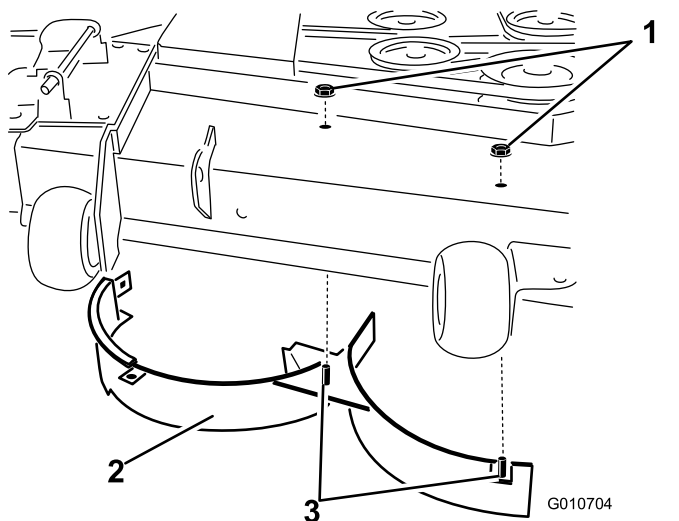

Figura 15
8. Rimuovete i 2 dadi di bloccaggio (5/16") fissati sui perni saldati del deflettore destro in posizione centrale e destra, sulla parte superiore del piatto di taglio (**Figura 15**).